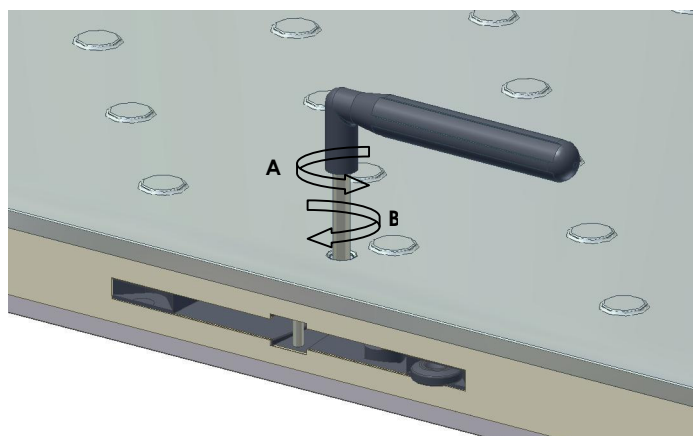

Abb. 3
- Drehen Sie den Werkzeugschlüssel gegen den Uhrzeigersinn bis zum Anschlag (Abb. 3 – Richtung **A**);
- Drehen Sie den Werkzeugschlüssel in die Gegenrichtung bis es sich verbindet (Abb. 3 – Richtung **B**)